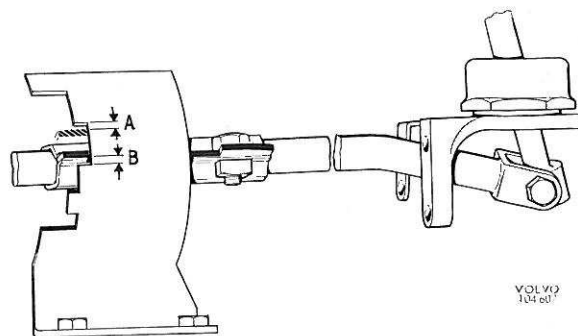

Figure 28. Réglage du levier sélecteur
1. Libérer la tige de commande du levier de l'arbre du sélecteur. Placer le levier sélecteur en position N, voir figure 28.
3. Vérifier l'ajustement en contrôlant la distance à la coulisse en positions N et D. Cette distance doit être la même dans ces deux positions, voir figure 28.